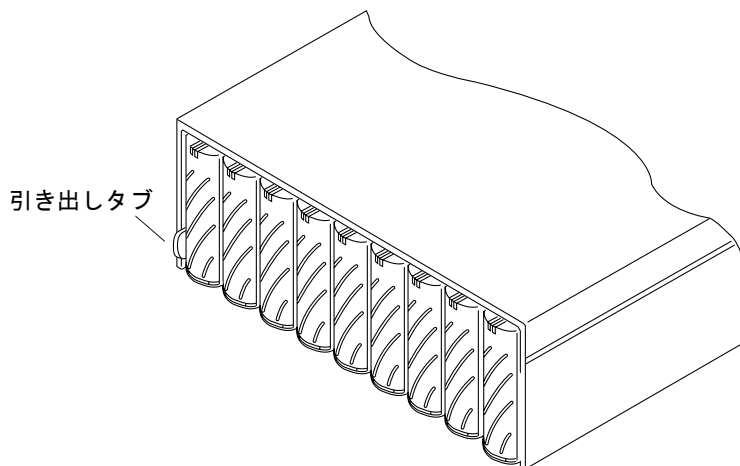

図 5-3 引き出しタブのシリアル番号と MAC アドレス
5. アレイ左側の、1 台目のディスクドライブ横の引き出しタブの位置を確認します (図 5-3)。
- MAC アドレス。MAC アドレスの位置については、図 5-3 を参照してください。MAC アドレスの形式については、後述の手順 1 を参照してください。